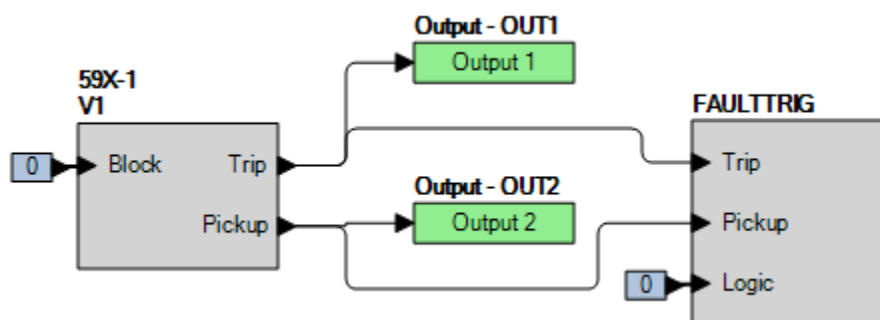

Figure 69-2. Paramètres BESTlogicPlus (mode V1)
Étape 2 : Utilisez BESTCOMS*Plus* pour configurer la Logique programmable BESTlogic*Plus* illustrée dans la Figure 69-2.
Étape 4 : Préparez la surveillance de l'exécution de la fonction 59X-1. Cette exécution peut être vérifiée en surveillant la sortie OUT2 (voir Figure 69-2).